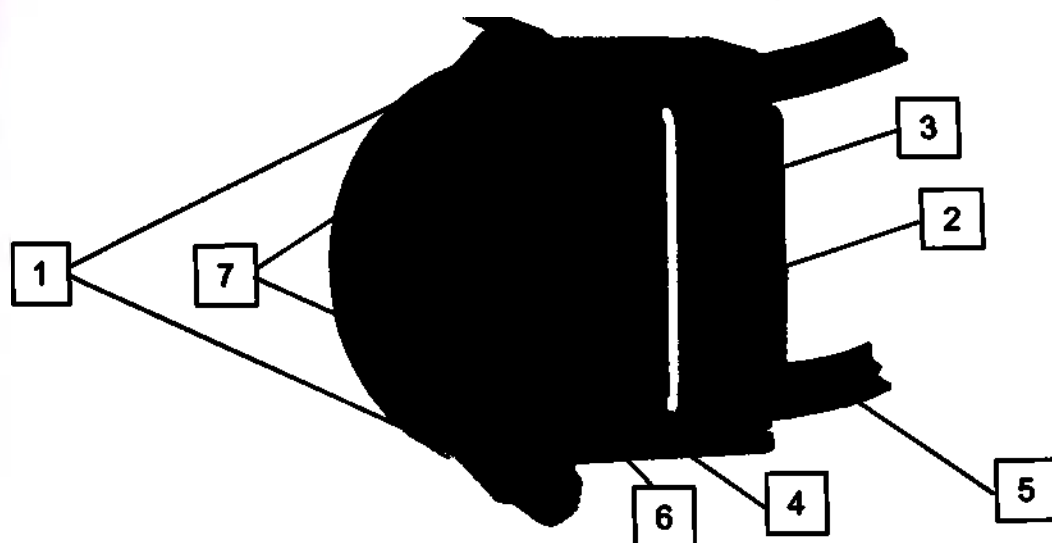

Рисунок 20 - Установка трубки одноразового комплекта в дозирующую головку насоса.
4) Ослабьте или снимите гайки с накаткой (1 и 2), чтобы снять зажимной рычаг (3) и крышку (4) (см. рисунок 20).